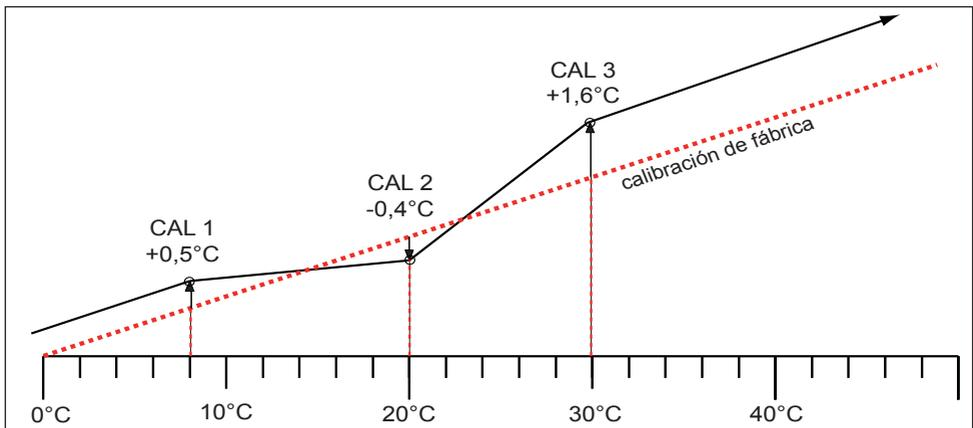

Fig. 30 Ejemplo esquemático del ajuste de rectificación de la temperatura
Aquí se puede ajustar si el reloj de cuenta atrás digital con indicación del valor nominal (Temporizador, véase página 31) debe trabajar según los valores nominales, es decir, si el tiempo de funcionamiento con temporizador debe empezar a contar al alcanzar una banda de tolerancia con respecto a la temperatura nominal de ± 3 K (Fig. 30, B), o inmediatamente después de la activación del temporizador (A).